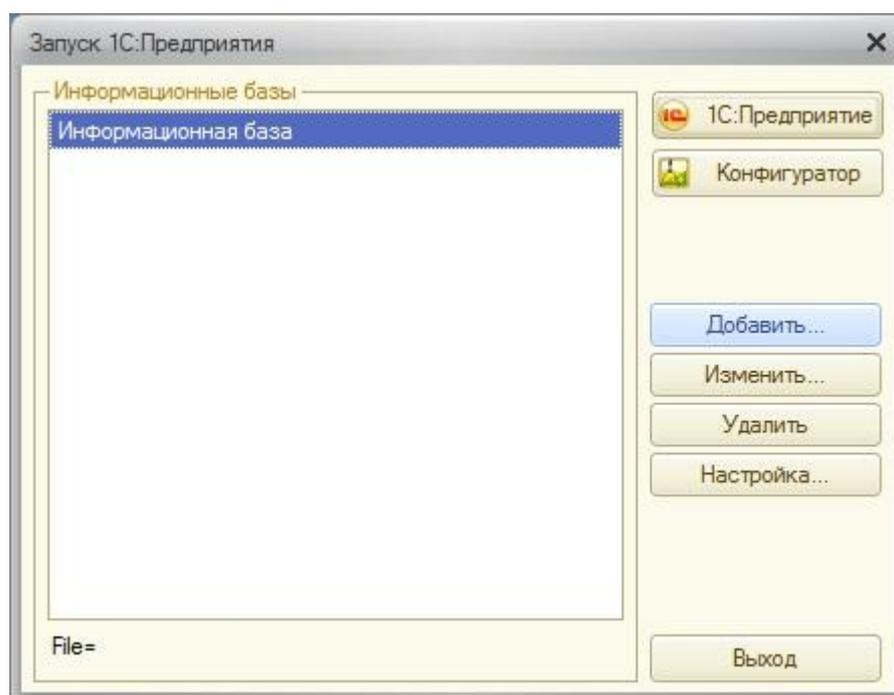

Рисунок 11. Добавление информационной базы
- Если программа уже использовалась и в ней уже имеются информационные базы, нажмите кнопку **«Добавить»** (рис. 11).